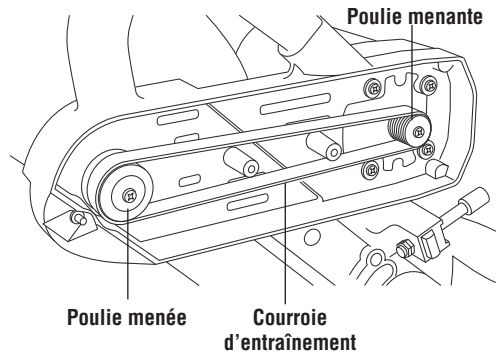

Figure 40. Remplacement de la courroie Nettoyage
3. Coupez et enlevez la courroie usée (Figure 40). Avant d'installer la courroie neuve, nettoyez bien les deux poulies.